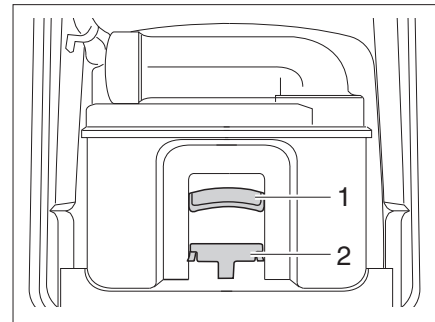

Bild 269 Thetford-Kassette
- Haltebügel (Bild 269,2) nach vorn ziehen um die Toiletten-Kassette zu entriegeln und Kassette am Griff (Bild 269,1) herausziehen.